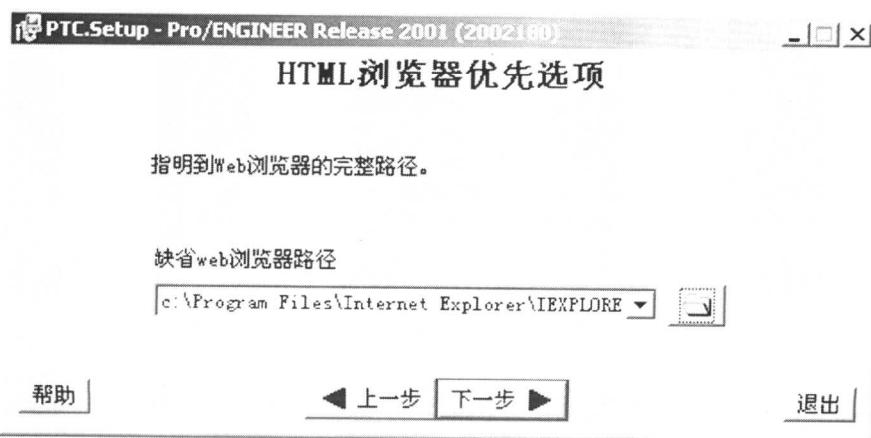

图 1-9 “HTML 浏览器优先选项”对话框
(9) 出现“HTML 浏览器优先选项”对话框，如图 1-9 所示。在缺省 web 浏览器路径选项中，找出系统浏览器程序的位置，完成后单击 **下一步 ►** 按钮。